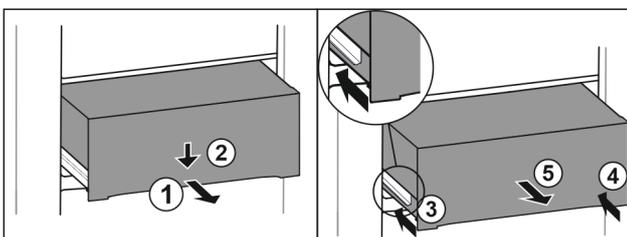

Fig. 94
- Tirer le tiroir jusqu'à mi-chemin. Fig. 94 (1)
- Appuyer sur l'avant du tiroir vers le bas. Fig. 94 (2)
- Insérer le rail gauche d'env. 2 cm. Fig. 94 (3)
- Insérer le rail droit d'env. 2 cm. Fig. 94 (4)
- Retirer le tiroir par l'avant. Fig. 94 (5)